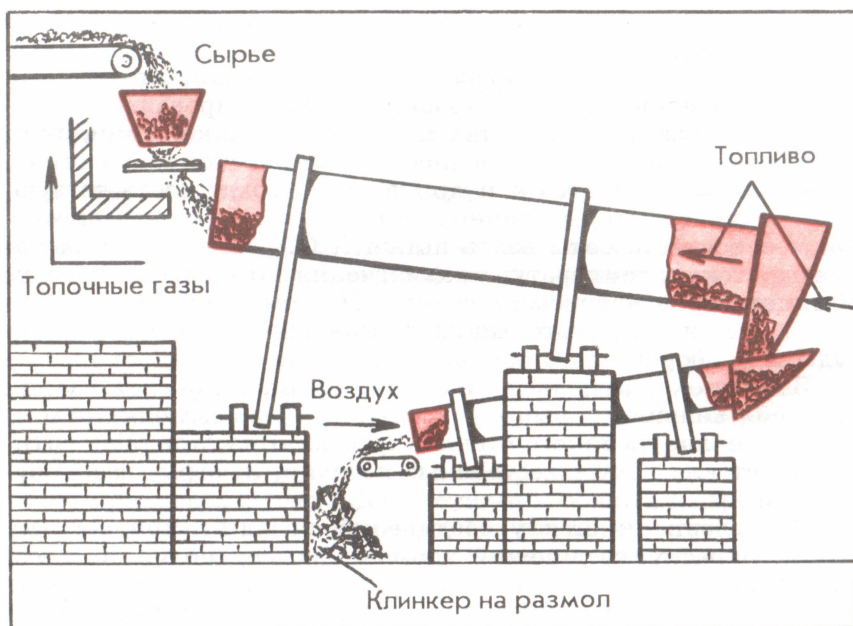

Рис. 25. Цементный клинкер получают при обжиге смеси известняка и глины во вращательной печи.
Важнейшим продуктом силикатной промышленности является *цемент*, который в огромных количествах применяется при строительных работах. Для получения цемента смесь известняка и глины обжигают до спекания (рис. 25). При этом карбонат кальция разлагается на оксид углерода (IV) и оксид кальция. Последний вступает во взаимодействие с глиной с образованием силикатов и алюминатов кальция. Полученную массу (клинкер) перемалывают в зеленовато-серый порошок — цемент.